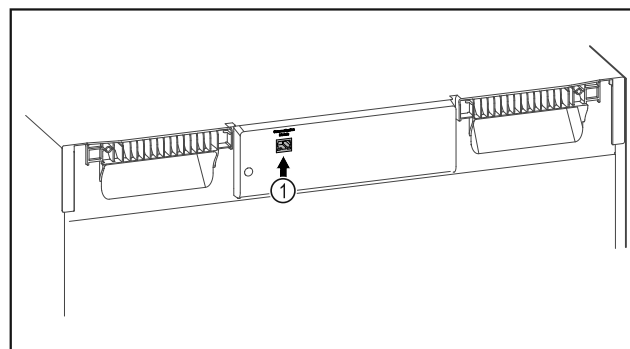

Fig. 104
- El SmartModule Fig. 104 (1) está colocado.